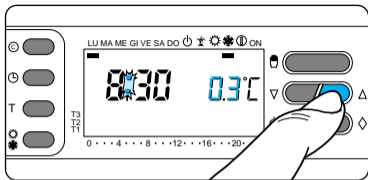

Fig. 78
15.4 - Pulse el botón ∇ o Δ hasta llegar al valor esperado (fig. 78).